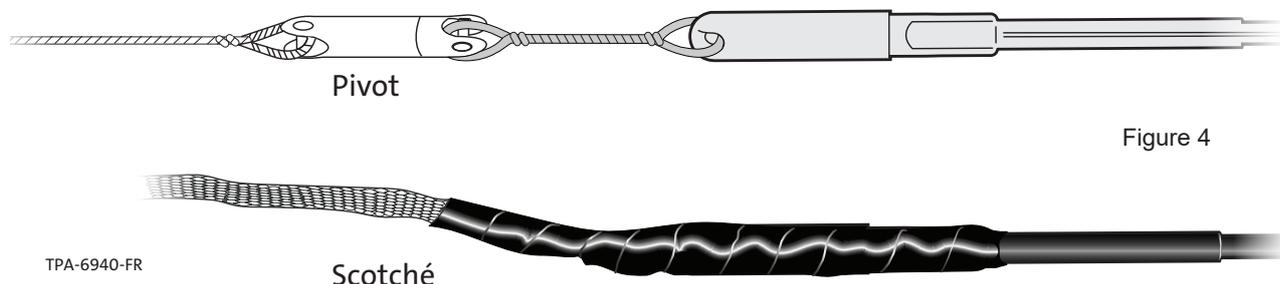

Figure 4
Étape 1b : le capuchon du connecteur Pushlock comprend un œillet d'arrimage intégré. Connectez-le avec la corde de tirage pour installer le câble dans la conduite. Assurez-vous de ne pas dépasser 100 lb de tension sur le câble. Il est aussi recommandé d'utiliser un pivot entre la corde de tirage et l'assemblage connecteur. Le connecteur Pushlock est conçu pour être tiré dans une conduite de ¾ inches (1.90 cm) ou plus. (Figure 4)